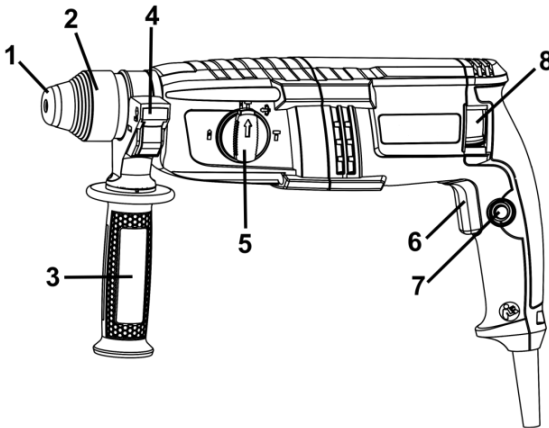

Рисунок 1
2.2.1 Виріб має несучий пластиковий корпус з вмонтованим електричним колекторним двигуном, редуктором з пневматичним ударним механізмом, на вихідному валу якого встановлюється патрон **SDS-Plus** (2) для закріплення змінних робочих інструментів з циліндричними хвостовиками системи SDS-Plus, згідно рис. 1. Корпус одночасно вміщує органи керування режимами інструменту, шнур живлення від мережі змінного однофазного струму та має опорну поверхню для встановлення передньої рукоятки (3) з можливістю фіксованого позиціонування навколо подовжньої осі виробу.
4.1 Виберіть необхідний режим роботи виробу за допомогою перемикача (5) (див. рисунок 1, таблицю 1). При необхідності встановлення свердильного патрона – встановіть його в патрон SDS-plus через адаптер.
4.2 Для увімкнення виробу натисніть на курковий важіль перемикача (6) (рис.1). Для відключення виробу слід курок відпустити.